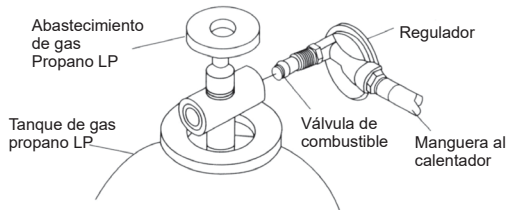

FIGURA 1
1. Proporcionar un sistema de abastecimiento de gas propano. Verifique que la válvula en el cilindro esté completamente cerrada girando la perilla completamente en dirección de las manecillas del reloj (↻). Asegúrese de que el cilindro esté completamente vertical para permitir la extracción de vapores. (LP) (ver Abastecimiento de gas propano (LP), página 7).
3. Conectar el sistema de regulador y manguera de gas combustible a los tanques de gas propano (LP).
- 3a. Para unidades con conector POL (ver Figura 1) gire el aditamento de combustible hacia la izquierda en las roscas del tanque. Ajústelo firmemente utilizando una llave. Algunos modelos tiene una manivela que se puede usar para apretar el acople. Esta manivela puede ser quitada de la tuerca para que también pueda usar una llave para apretar el acople. **IMPORTANTE:** Coloque el regulador de manera que la manguera que sale del regulador esté en posición horizontal.
4. Abrir lentamente la válvula de abastecimiento de gas propano (LP) del tanque. **NOTA:** Si no la abre lentamente, el dispositivo de flujo excesivo del regulador puede detener el flujo de gas. Si esto ocurre, cierre la válvula de abastecimiento de gas, espere un minuto (o hasta que escuche un clic) y ábrala de nuevo lentamente.